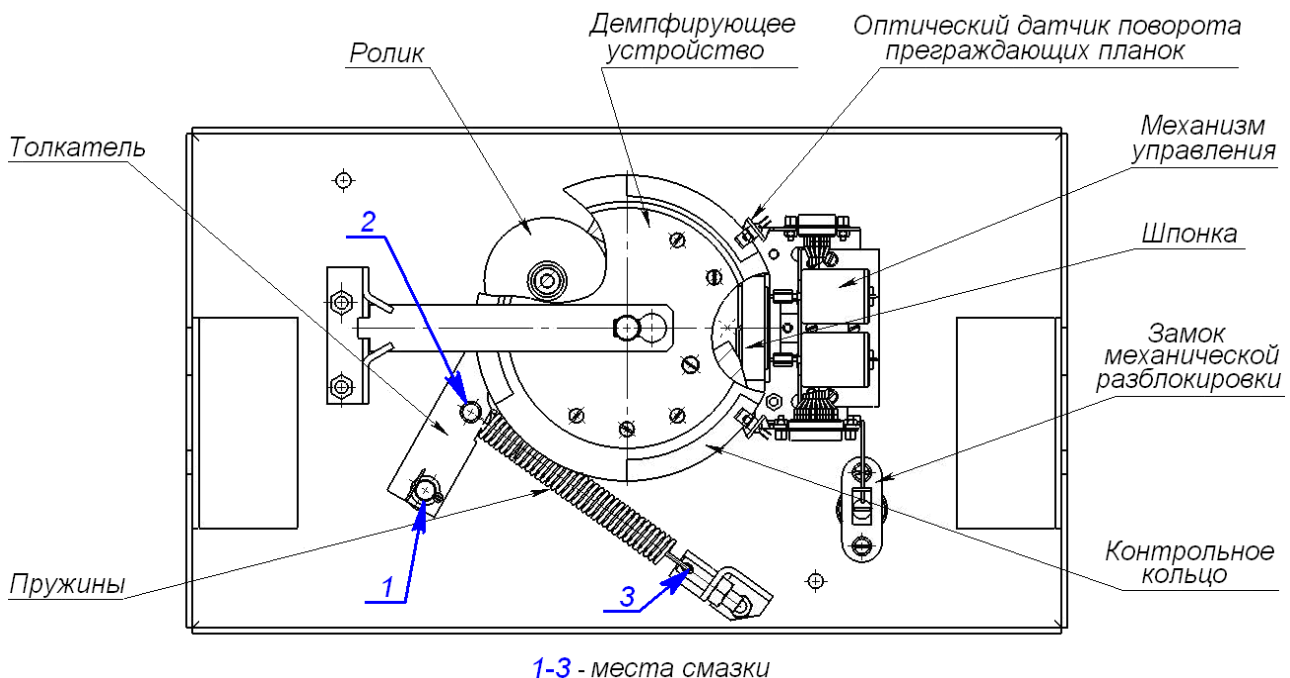

Рисунок 25. Расположение внутренних деталей и узлов стойки ЭП
2. Снимите крышку (3) в порядке, указанном в разд. 6 и положите ее на ровную устойчивую поверхность.
3. Осмотрите устройство доворота (толкатель, пружины и ролик), оптические датчики поворота преграждающих планок и демпфирующее устройство (см. рис. 25).
- четыре втулки на устройстве доворота – две на оси вращения толкателя и две на оси крепления пружин, а также отверстия в деталях крепления пружин, по две – три капли масла в каждое место смазки (места смазки указаны на рис. 25);
- механизмы секретности замка механической разблокировки (7) и замка крышки (4) со стороны замочной скважины.